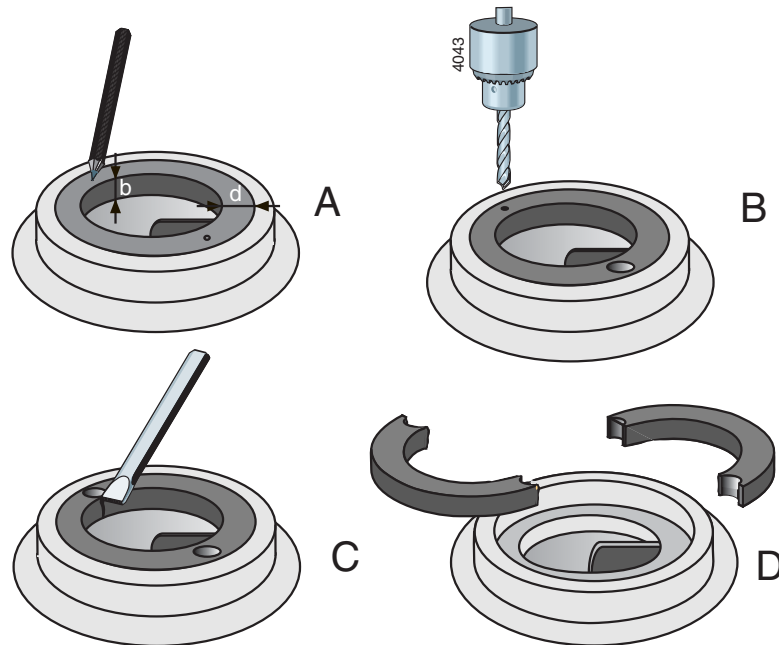

Abbildung 12: Entfernen des Spaltrings.
- 1 Die Dicke (d) und Breite (b) des Ringes messen, siehe Abbildung 12 A.
- 2 An zwei einander gegenüberliegenden Stellen mitten in den Rand des Ringes ein kleines Zentrierloch schlagen, siehe Abbildung 12 B.
- 3 Mit einem Bohrer mit einem etwas kleineren Durchmesser als die Dicke (d) des Ringes zwei Löcher in den Ring bohren, siehe Abbildung 12 C. Nicht tiefer ausbohren als die Breite (b) des Ringes. Achten Sie darauf, dass der Passrand des Pumpengehäuses nicht beschädigt wird.
- 4 Danach mit einem Meißel die restliche Ringdicke durchschlagen. Der Ring kann jetzt in zwei Teilen aus dem Pumpengehäuse herausgenommen werden, siehe Abbildung 12 D.